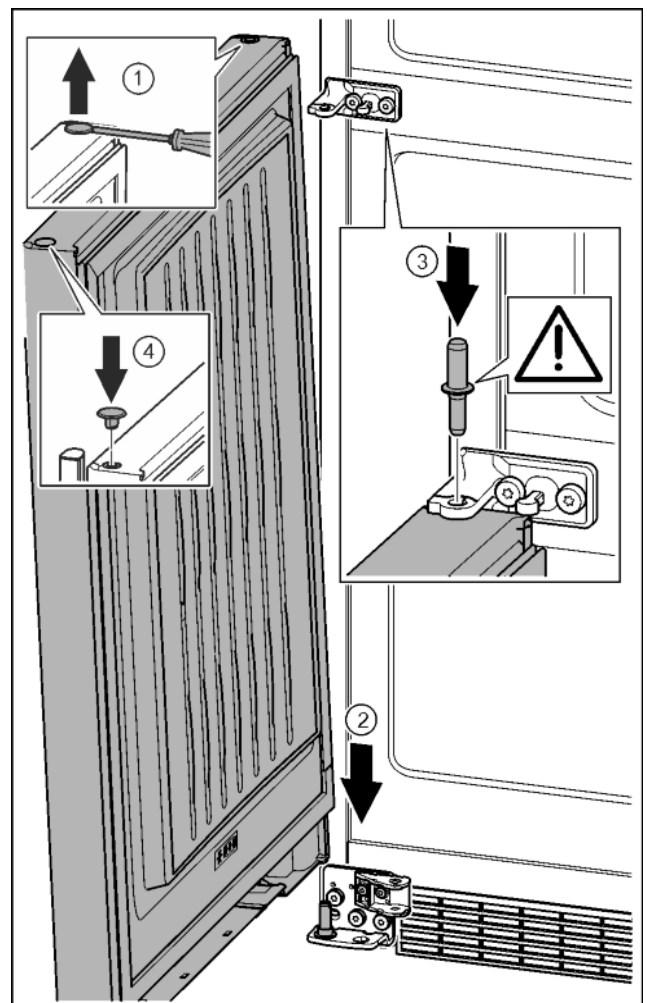

Fig. 33
- ▶ Stopfen vorsichtig mit einem Schlitzschraubendreher anheben und herausziehen. *Fig. 33 (1)*
- ▶ Tür von oben auf den unteren Lagerbolzen aufsetzen. *Fig. 33 (2)*
- ▶ Lagerbolzen Mitte durch Lagerbock Mitte in die untere Tür einsetzen. Dabei darauf achten, dass der Rastnocken nach hinten zeigt. *Fig. 33 (3)*
- ▶ Stopfen auf der anderen Türseite wieder einsetzen. *Fig. 33 (4)*